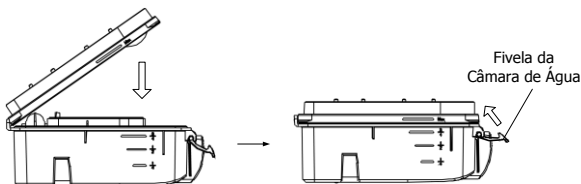

Fig. 5-6
(3) Montagem da Câmara de Água: Coloque as duas peças da câmara de água juntas como mostrado na Fig. 5-6. Pressione bem até que ouça um clique de encaixe.